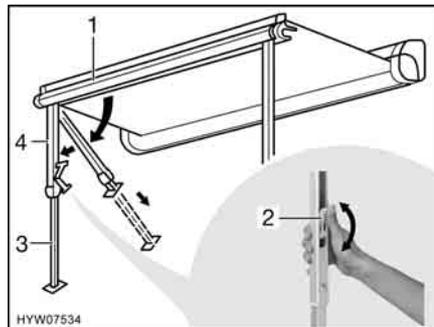

Fig. 30 Installazione dei montanti di supporto
- Rimuovere i montanti di supporto (Fig. 30,4) dal listello anteriore (Fig. 30,1) esercitando una leggera pressione verso l'esterno, quindi ribaltarli e collocarli.
- Aprire il bloccaggio sui montanti di supporto. A tal fine ripiegare la leva di serraggio (Fig. 30,2) verso l'alto.
- Estrarre la parte inferiore dei montanti di supporto (Fig. 30,3) fino alla lunghezza desiderata.
- Chiudere il bloccaggio presente sui montanti di supporto. A tale scopo, spingere la leva di serraggio (Fig. 30,2) verso l'alto.